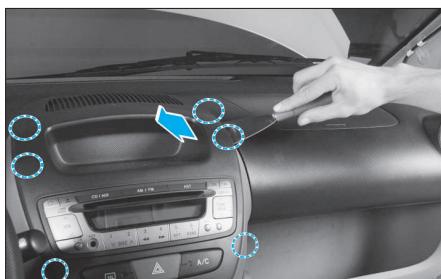

FIG. 46
- Décliper aux endroits indiqués, la façade centrale (11) (Fig.46).